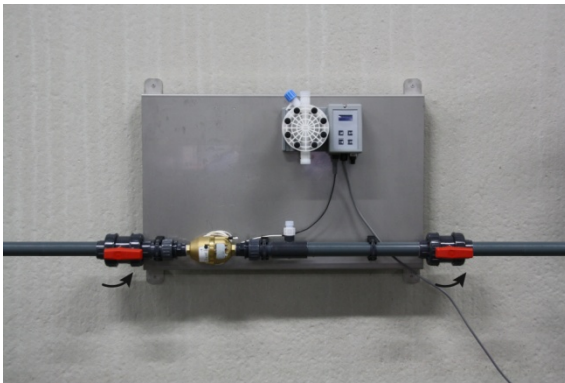

Imagen 1: Abrir las llaves
- Conectar la toma de agua con la entrada y el desagüe (con agua tratada) con la salida. Girar la llave de obturador esférico para abrirla en la entrada y la salida de la bomba (imagen 1).